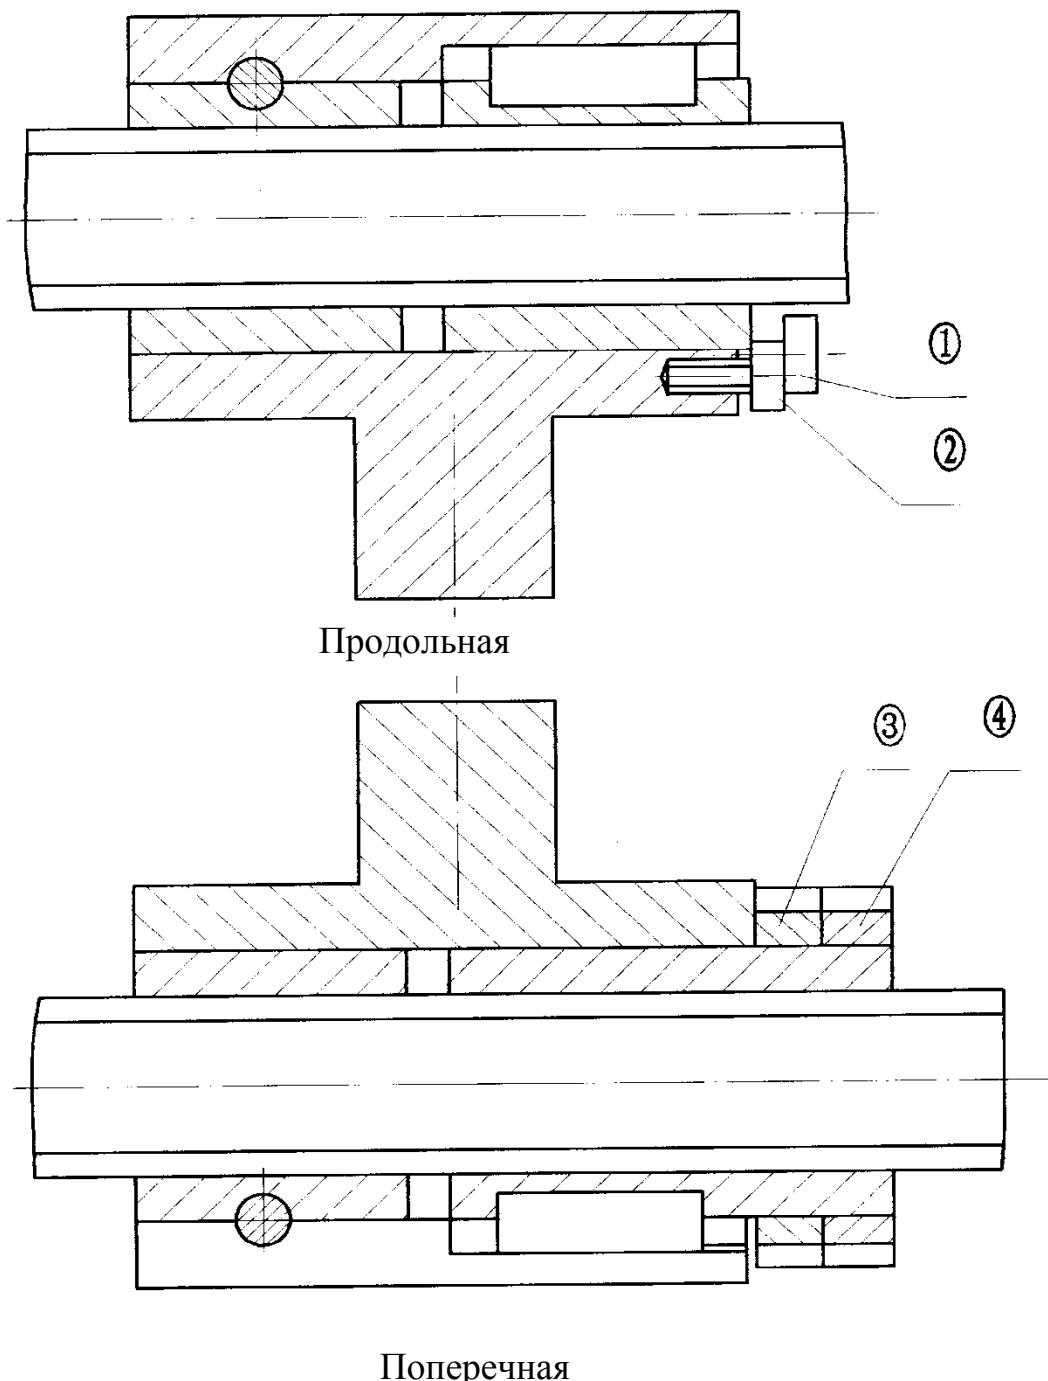

Рис. 8
- 9.4 Регулировка продольного люфта между винтовой гайкой и винтом. (Рис. 8)